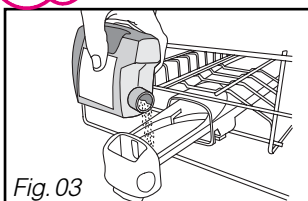

Fig. 03
• Le chargement des poudres ou des liquides dans le tiroir du distributeur (Fig 03)